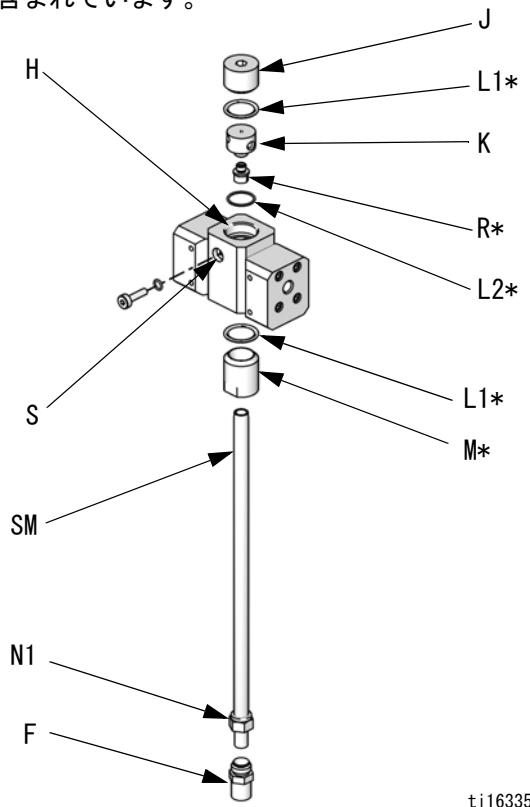

図 8. 15U955 噴射キットの取り付け。
2. 静的ミキサーのナット (N1) を緩めます。静的ミキサー (SM) 取り外します。
3. U チューブナット (N2 および N3) を緩めます。U チューブ (C) および静的ミキサー取り付け金具 (D) を破棄します。
4. 1/4 npt(m) 取り付け金具 (F) を取り外して保持します。インテグレータ (G) を取り外して廃棄します。
5. 図 8 を参照してください。残りの部品をリストリクターハウジング (H) から取り外します。プラグ (J) およびベース (K) を保持します。すべての使用済みの O リングを廃棄します。
6. リストリクターのハウジング (H) を 180° 回転させると、図 8 に示されるように、止めねじ (S) が上部左に来ます。2 本の止めねじ (S) を取り外して保持します。これらのねじの位置は再度組み立てるとき、逆になります。
7. 大きな O リング (L1\*) をハウジング (H) 内に取り付けます。噴射キャップ (M\*) をハウジングにネジ止めします。
8. お客様の作業に適した流量範囲を決定してください。ガイドとして (68- 70 ページ) でダイナミックドーシングリストリクシター選択グラフグラフを使用し、お客様の選択されたフローと比率に対して適切な絞りバルブの大きさを選択してください。リストリクタ (R\*) をベース (K) に取り付けます。
9. より小さな O リング (L2\*)、リストリクタ (R\*)、およびベース (K)、より大きな O リング (L1\*)、お